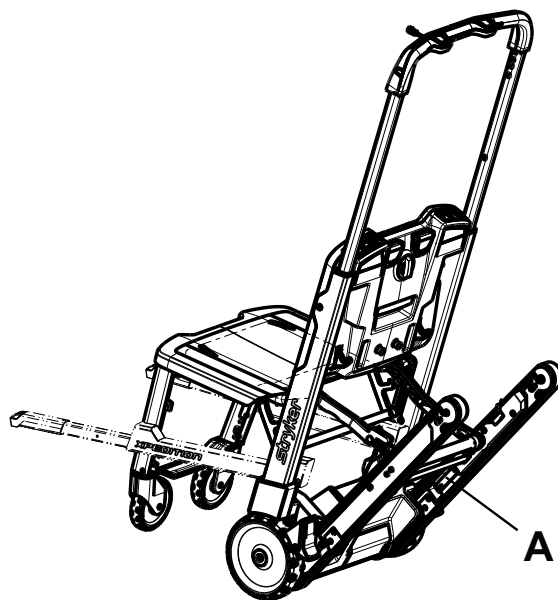

図 3 - シリアル番号の位置 - Xpedition
下図は、チェア (A) のシリアル番号の位置を示しています ( 図 3 )。